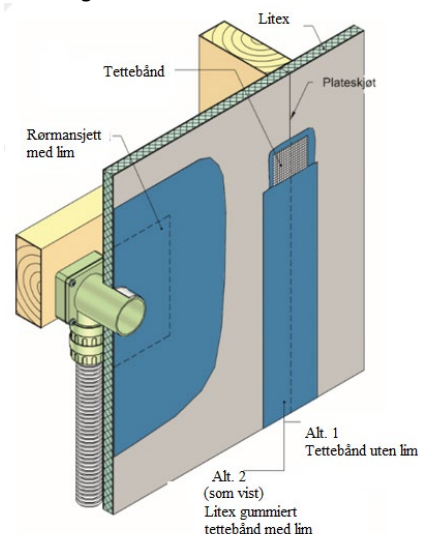

Fig. 2
- Alternativ 1, Litex membranplattetape eller membranduktape benyttes over veggskjøter, veggjørner og skruer uten bruk av lim, se fig. 2.
- Alternativ 2, alle plateskjøter og skruer dekkes med Litex gummiert skjøtebånd, i kombinasjon med et lim oppgitt i tabell 4. Limet skal dekke tettebåndet i en bredde som er bredere enn båndets bredde, se fig. 2.
Litex Rørmansjetter limes fast til underlaget og dekkes deretter med et lim oppgitt i tabell 4, i en bredde som er bredere enn selve mansjette, se fig 2.